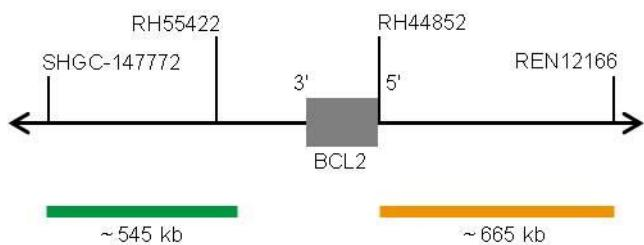

Fig. 1: SPEC BCL2 Mapa da sonda (sem escala)
- Polinucleótidos (~10 ng/μl) com marcação ZyGreen (excitação 503 nm/emissão 528 nm), dirigidos ao mapeamento de sequências alvo em 18q21.33* (chr18:60,046,152-60,589,273), proximais ao ponto de quebra do gene BCL2 (ver Fig. 1).
- Polinucleótidos (~4.5 ng/μl) com marcação ZyOrange (excitação 547 nm/emissão 572 nm), dirigidos ao mapeamento de sequências alvo em 18q21.33-q22.1* (chr18:60,994,528-61,658,503), distais ao ponto de quebra do gene BCL2 (ver Fig. 1).